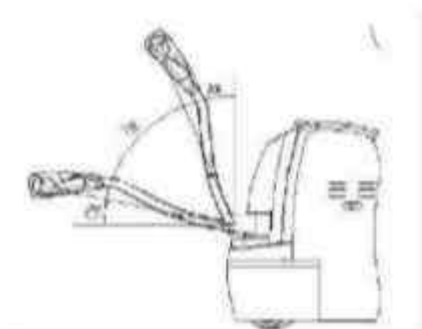

Рисунок 8. Румпель управления
- Ручка акселератора используется для управления направлением движения и скоростью штабелера. Для изменения направления движения, переведите румпель на деление В, как указано на рис. 8. Когда ручка находится в положении А или С, штабелёр находится в отключенном состоянии, и вы не сможете начать движение. Когда румпель управления находится на делении В, а ручка акселератора поворачивается в одном из выбранных направлений, штабелер может осуществлять движение в соответствующем направлении. Когда акселератор поворачивается в другом направлении, штабелер будет перемещаться в противоположном направлении. В то же время, чем больше амплитуда поворота, тем выше будет скорость перемещения штабелёра.